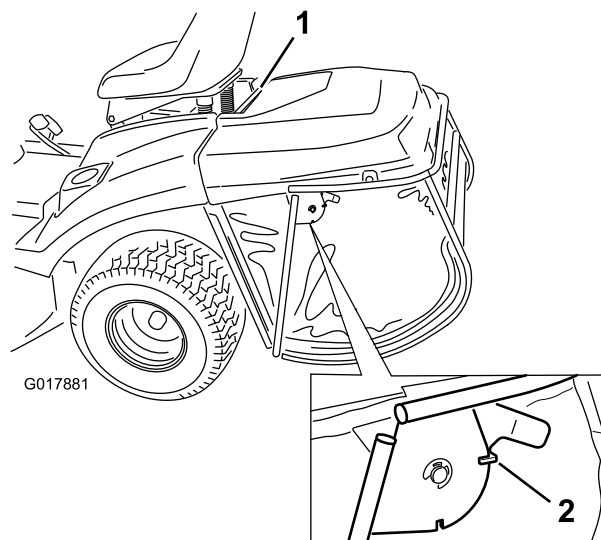

図 37
1. 集草バッグについているロックングラッチをロックする 図 37。